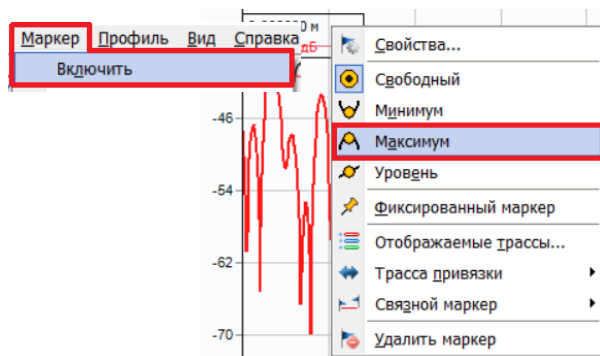

Рис.10. Установка маркера.
- Для добавления маркера перейти в панель управления «Маркер» → «ВКЛ». После чего правой клавишей мыши нажать на появившийся маркер – и выбрать «Максимум» (рис. 10).